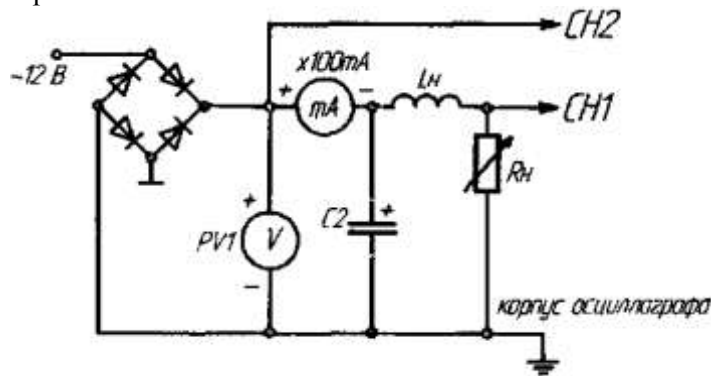

Рис. 4
1) Собрать схему по рис. 4. Установить заданное значение тока нагрузки R_H . В качестве вольтметра использовать PV1. Подключить входы осциллографа;